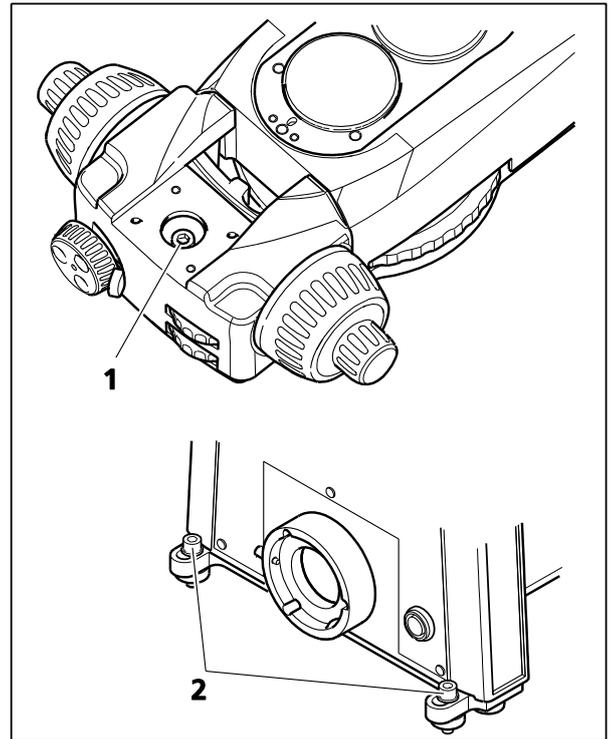

图 3-2 将主机架固定在桌面上
- 旋入并拧紧显微镜上部内的螺钉（图 3-2/1）和背面的两颗螺钉（图 3-2/2）。